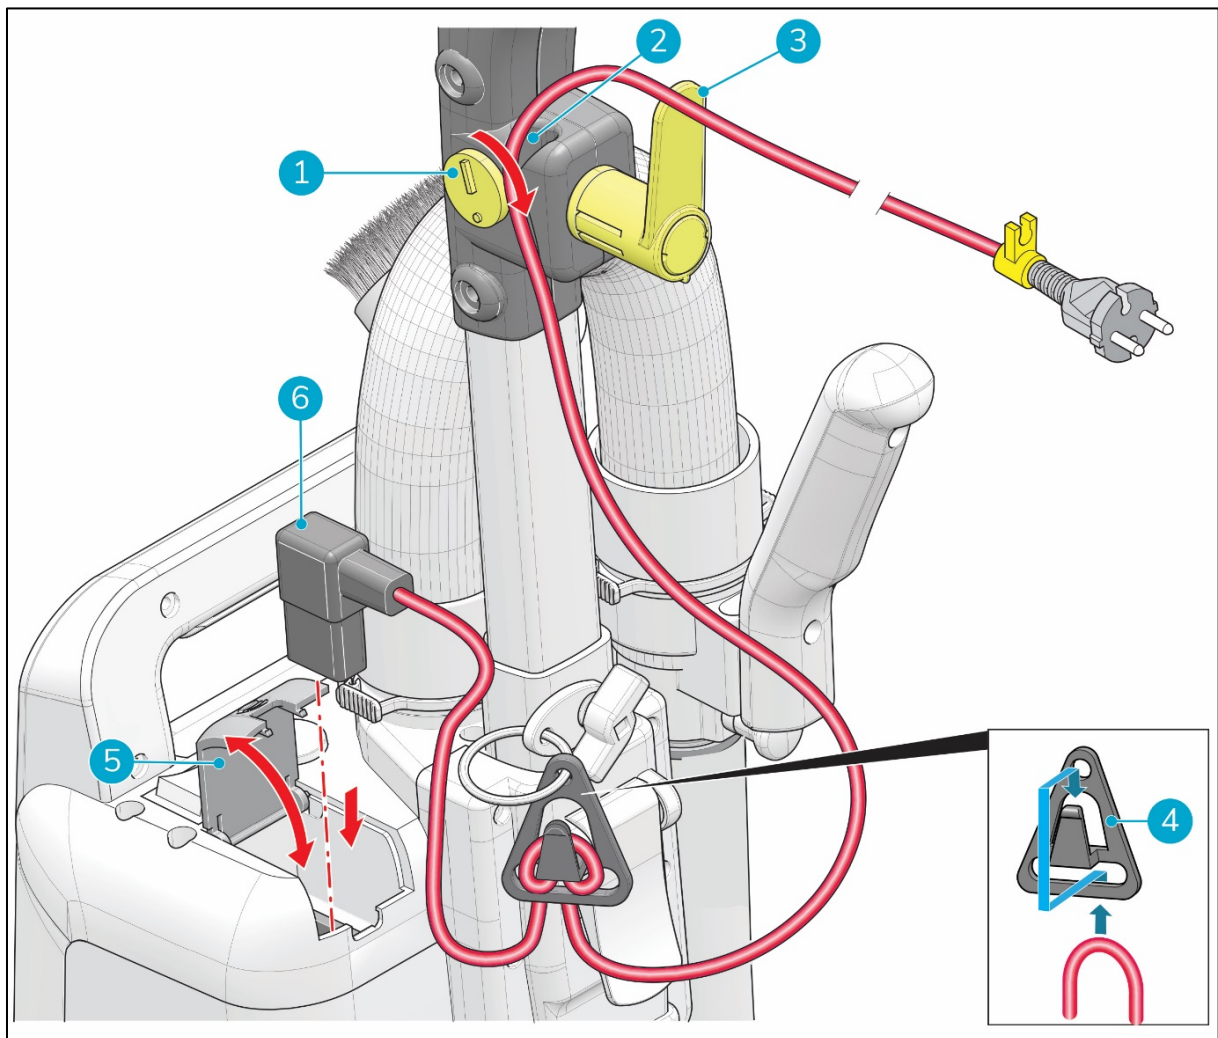

Figure 10
1. Ouvrez le capot (Figure 10, pos. 5).
2. Placez le connecteur du câble d'alimentation dans la fente (Figure 10, pos. 6).
3. Fermez le capot (Figure 10, pos. 5).
4. Insérez le câble d'alimentation dans le réducteur de tension (Figure 10, pos. 4) et fixez-le.
5. Tournez le clip jaune (Figure 10, pos. 1) de côté pour ouvrir la goulotte du câble d'alimentation (Figure 10, pos. 2).
6. Insérez le câble d'alimentation dans la goulotte du câble d'alimentation (Figure 10, pos. 2).
7. Fixez le câble d'alimentation avec le clip jaune (Figure 10, pos. 1).
8. Tournez le crochet jaune du câble d'alimentation (Figure 10, pos. 3) en position verticale.